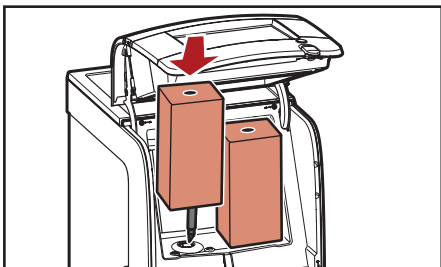

Fig. 4.1 - Introducir el paquete del producto
4. Introducir el paquete del producto (fig. 4.1).